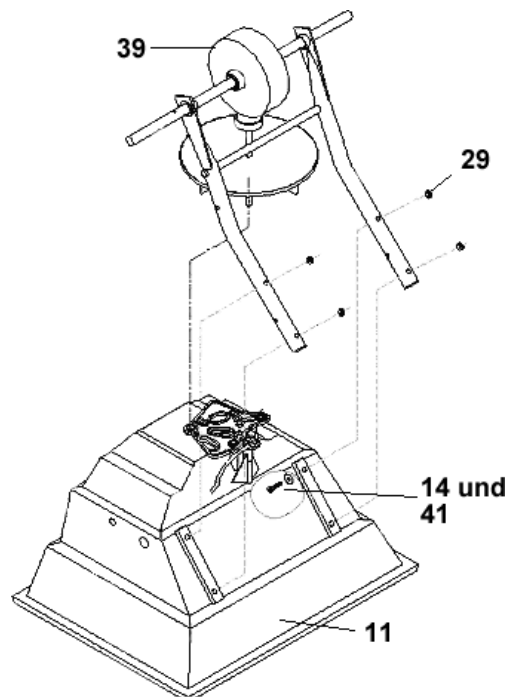

Abbildung 3
- Schieben Sie die Schrauben M6x40 (14) mit der Unterlegscheibe (41), von der Innenseite des Behälters (11) aus, durch die Bohrungen.
- Stecken Sie die vormontierte Getriebeeinheit mit den Radgestellrahmen auf das Gewinde der Schraube M6x40 (14).
- Sichern Sie die Schraube M6x40 (14) mit einer Sicherungsmutter M6 (29) (siehe Abbildung 3).
- Ziehen Sie die Sicherungsmutter (29) nur handfest an.